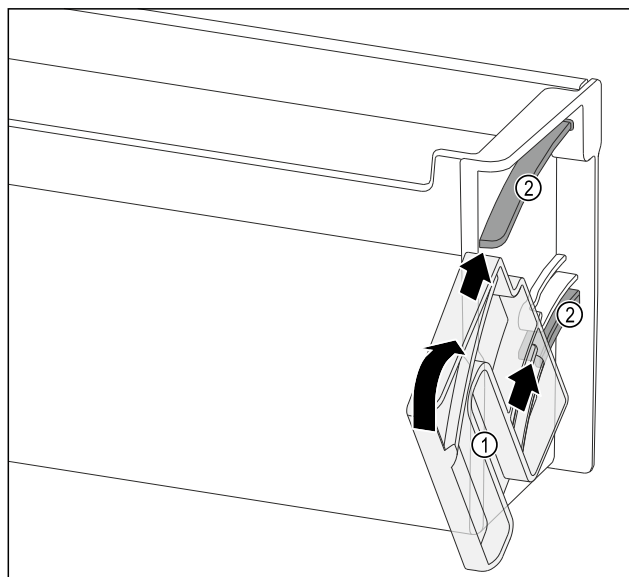

Fig. 147
- Positionner l'unité de rotation Fig. 147 (1) de manière à placer les évidements exactement en face des canaux de guidage Fig. 147 (2) du balconnet de contre-porte.
- Tourner l'unité de rotation Fig. 147 (1) dans le sens indiqué.